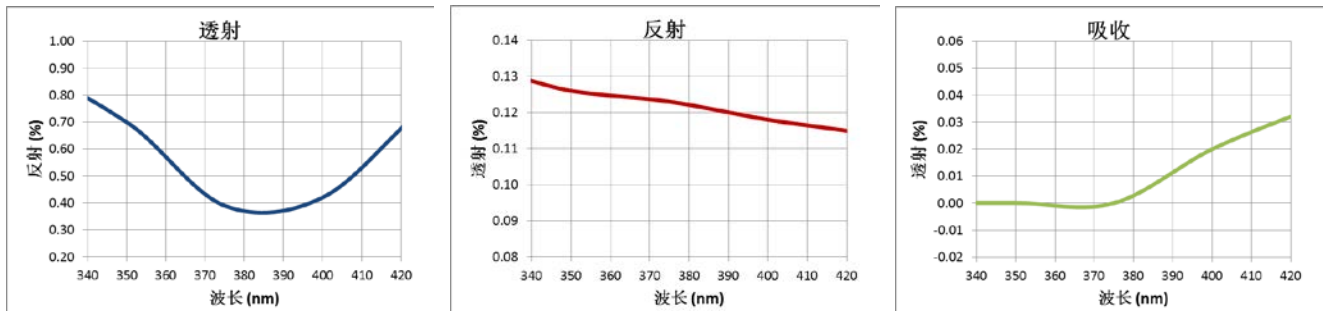

Figure 2 基板涂层光学曲线
锋翔测试了具有理想涂层（吸收，反射和透射）的三种基板在 UV 固化下的温度。图 2 显示了它们的光学性质。两盏 UV LED 光源，FireJet™ FJ200-150x20AC-14W-395nm 和 FireEdge™ FE300-110x10AC-5W-395nm 被用作固化灯。光源在室温下以全强度开启，并以不同的扫描速度移动。基板被定位于不同的工作距离 (WD)，热传感器连接到每个基板以记录实时温度。